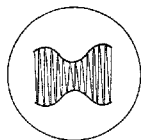

Fig. 3a
- Het moduleren van H.F. spanningen, b.v. van H.F. signaalgeneratoren, en het meten van modulatie diepten (fig. 3a en 3b).